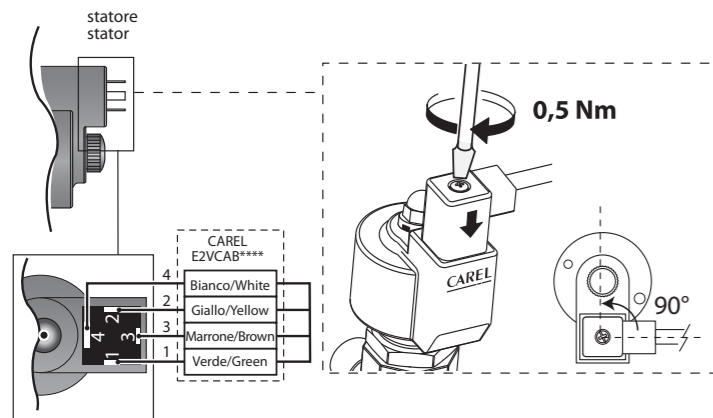

Fig. 3
4. collegare il connettore già cablato al motore passo passo nel relativo alloggiamento e serrare la vite con una coppia di 0,5 Nm seguendo le indicazioni in Fig. 3. Collegare a questo punto l'estremità quadrilaterale del cavo nei relativi morsetti del Driver CAREL EVD*** o relativo controllo omologato CAREL ed impostare i parametri secondo il set riportato nella tabella sottostante.
4. connect the pre-wired connector to the socket on the stepper motor and tighten the screw to tightening torque 0,5 Nm following the instructions in Fig. 3. Connect the four-pin end of the cable to the corresponding terminals on the CAREL EVD*** driver or approved CAREL controller and set the parameters as shown in the table below.
- Raccorder le connecteur déjà câblé au moteur pas à pas dans le logement correspondant et serrer la vis avec un couple de 0,5 Nm en suivant les indications de la Fig. 3. Connecter ensuite l'extrémité quadripolaire du câble aux bornes correspondantes du Driver CAREL EVD*** ou du régulateur homologué CAREL et configurer les paramètres selon la valeur reprise au tableau ci-dessous.
- Den vorverdrahteten Steckverbinder in den Schrittmotor einfügen und die Schraube nach den Anleitungen der Fig. 3 mit rund 0,5 Nm Drehmoment festschrauben. Das Vierleiterkabelende an die entsprechenden Klemmen des CAREL-Treibers EVD*** oder an eine andere zugelassene CAREL-Steuerung anschließen und die Parameter gemäß Parameter-Set der nachstehenden Tabelle einstellen.